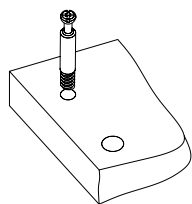

Рис.2
2. Вкрутить шпильки минификсов в соответствующие плоскостные отверстия крышки 15, боковин 2, 3 (Рис. 2).